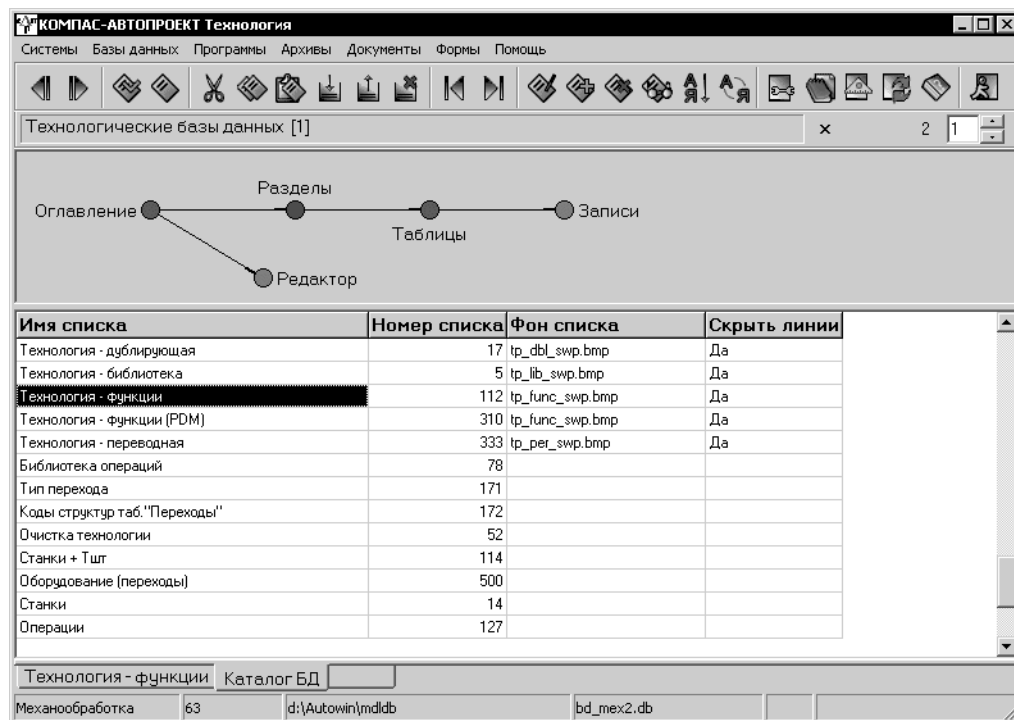

Рис. 3.3. Регистрация нового списка в каталоге баз данных
3. На уровне *Разделы* ввести новую строку с наименованием БД и уникальным номером списка, например, как на рис. 3.3.